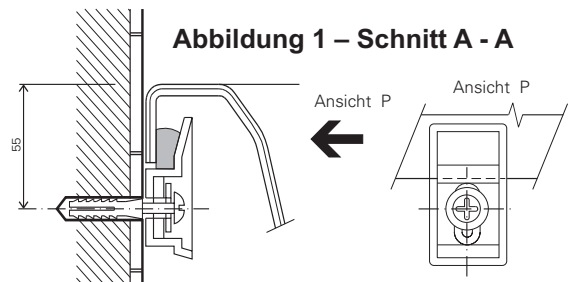

Abbildung 1 – Schnitt A - A
1. Die Wanne kann nur in einem zuvor fertig verfliesen Badezimmer installiert werden. Die Verfliesung muss mindestens bis 150 mm unterhalb des Wannenrandes reichen **Abbildung 1, 2**.